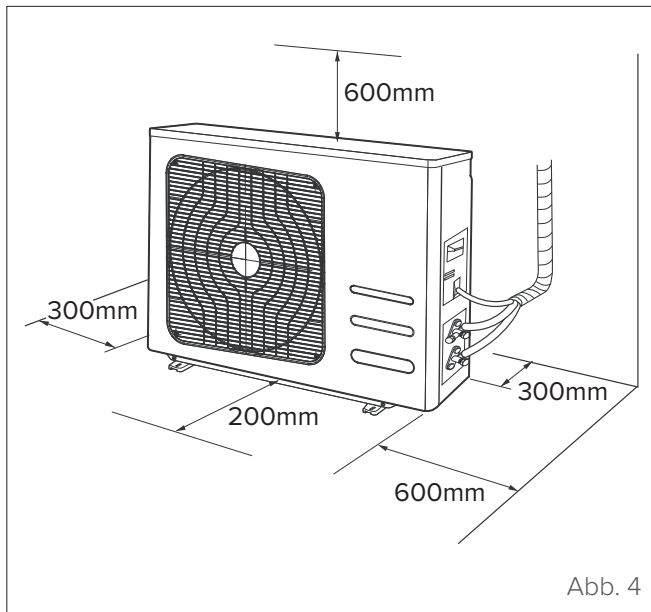

Abb. 4
- der für die Installation verfügbare Platz muss den angegebenen Anforderungen entsprechen (siehe "Abb. 4")